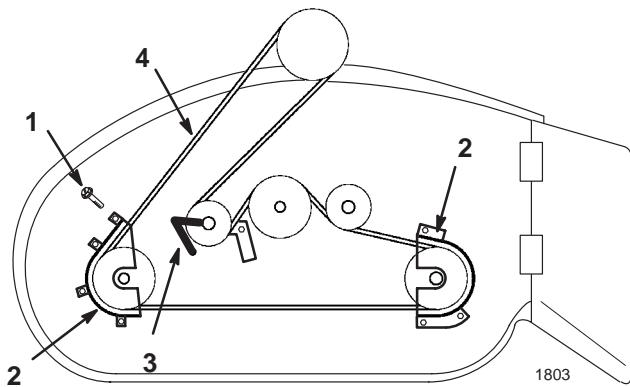

Figure 28
- Enlevez les vis de fixation des cache-poulies et déposez les cache-poulies de la poulie d'entraînement des lames (Fig. 28).
- Desserrez le boulon de fixation de la poulie de tension pivotante pour permettre à la courroie de passer le guide-courroie (Fig. 28).
- Retirez la courroie des poulies (Fig. 28).
- Serrez le boulon de fixation de la poulie de tension (Fig. 28).
- Posez les cache-poulies gauche et droit à l'aide de leurs vis de fixation (Fig. 28).